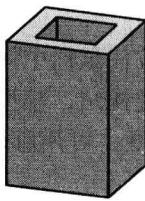

图 1-24
(4) 带边线着色 模型着色且显示边线，如图 1-24 所示。